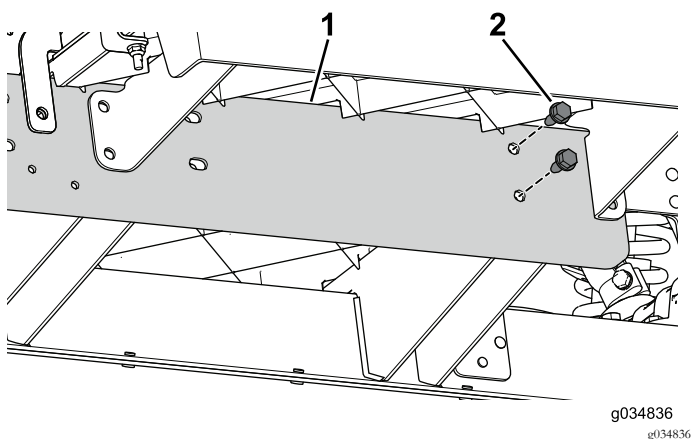

图72
3. 使用 2 个螺栓 5/16 x 3/4 英寸将延长轨道松松地安装到机器前部的中央通道上 图72。